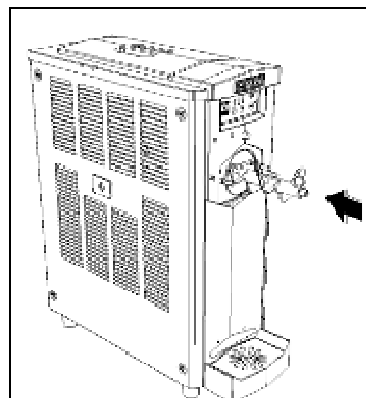

Fig. 19
- **I**nserire la spirale con cura nel cilindro facendo in modo che il codolo posteriore entri perfettamente nella sua sede all'interno del cilindro (fig.19).